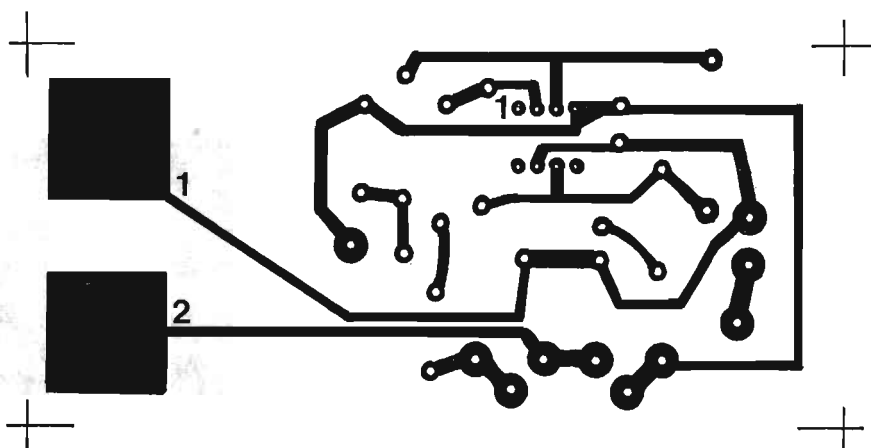

Fig. 3 - Disegno in grandezza reale del circuito stampato consigliato per la realizzazione del dispositivo descritto nel testo.
Fig. 3 - Il metodo di controllo dello stato elettrico delle pile consiste nella misura della tensione a circuito aperto (a sinistra) e a circuito chiuso (a destra). Se la differenza fra le due segnalazioni è minima, lo stato della pila è da considerarsi buono.
Fig. 3 - In taluni circuiti di noise blanker i segnali disturbo (A) subiscono un processo di inversione di fase (B), in modo che il loro successivo accoppiamento produca un segnale puro (C).